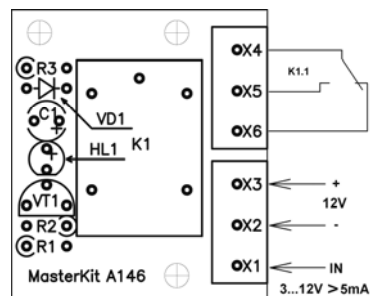

Рис.3 Монтажная схема
- отформуйте выводы элементов и установите их на печатную плату согласно монтажной схеме (рис.3);